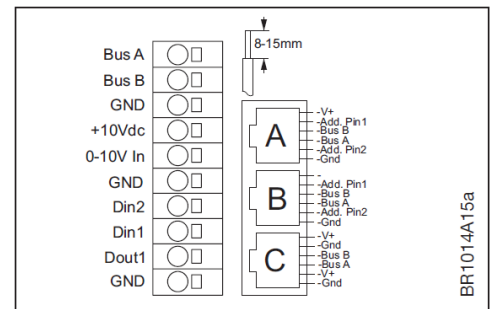

Fig. 3-15: A/D styranslutningar
- A/D styrledningar ska anslutas till klämmlisten som visas i fig. 3-15.